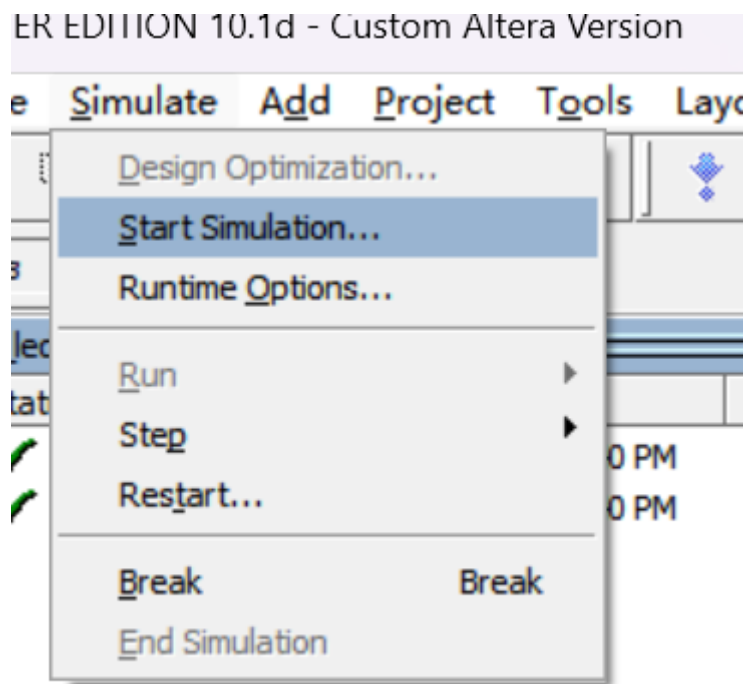

图 24 准备进行仿真验证
⑨ 编译完成之后如下图 24 所示，Status 下显示对钩证明程序没有语法错误。
⑩ 选择 Simulate-> Start Simulation 进行开始仿真验证的准备工作。如图 24 所示。